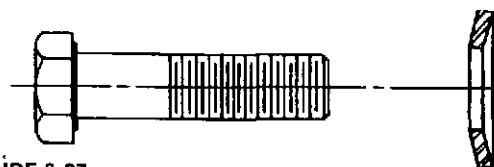

FIGURE 6-27
4. Pour le remontage faire glisser le ventilateur sur l'arbre en s'assurant que la surface d'appui du ventilateur est tournée vers l'arbre moteur. Aligner les repères (c'est important pour l'équilibre de l'ensemble) puis fixer le ventilateur sur l'arbre moteur avec des vis et des rondelles belleville (figure 6-27). Serrer avec un couple de 81 N.m.